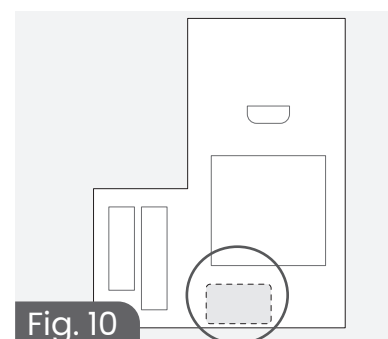

Fig. 10
1. **Localice** la etiqueta de envío en el lado izquierdo de la caja (fig. 10).